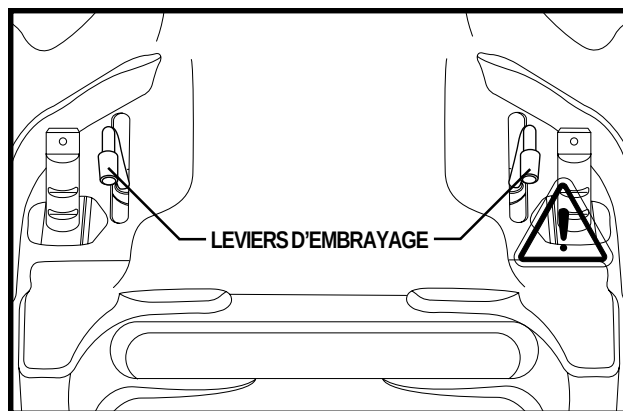

Figure 9. Position embrayée (Double levier)
2. Tournez les leviers vers l'extérieur pour embrayer les moteurs. Voir la figure 9.